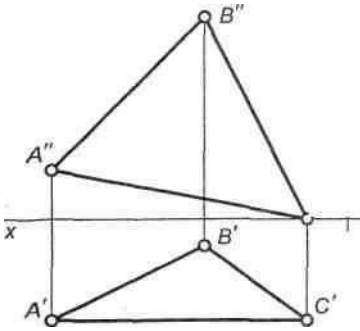

Рис. 33
3. Построить изометрическую проекцию треугольника  $ABC$  (рис. 33).